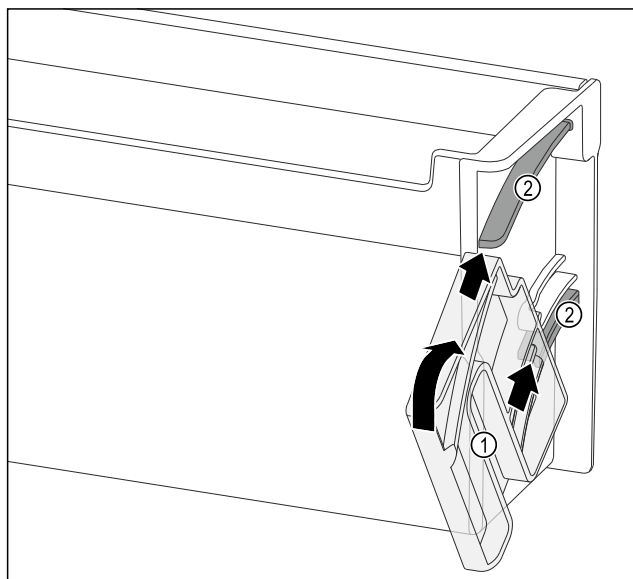

Fig. 146
- ▶ Разместите поворотный блок Fig. 146 (1) таким образом, чтобы выемки оказались точно напротив направляющих каналов Fig. 146 (2) дверной полки.
- ▶ Поверните поворотный блок Fig. 146 (1) по указанном направлении.